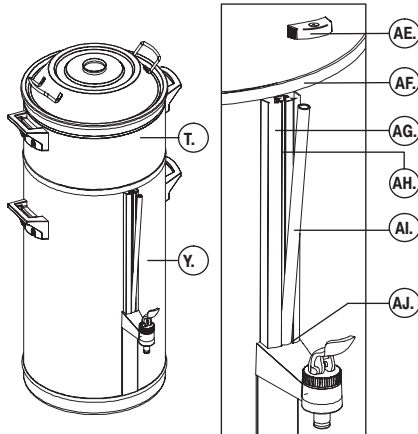

Fig. 10 Anbringelse af kontrolglassets låg
- Rengør kontrolglasset (fig. 10):